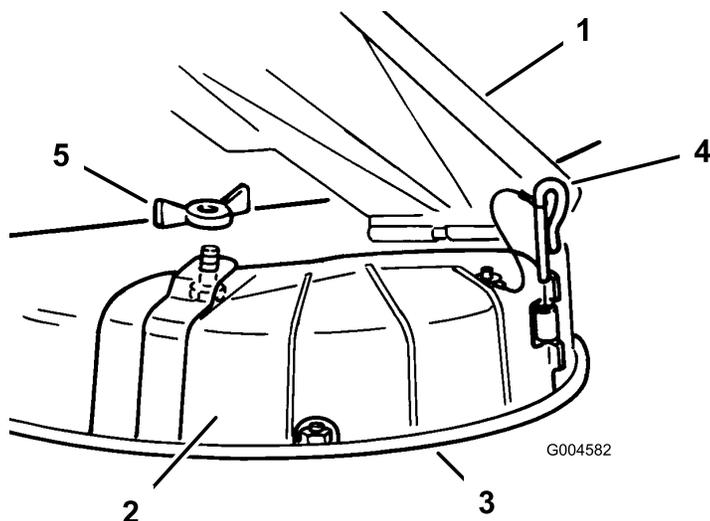

Figura 25
3. Togliete il dado ad alette e il bullone di posizionamento del coperchio (Figura 25).
4. Rimuovete il perno della cerniera che fissa il coperchio al piatto (Figura 25).
3. Sollevate il deflettore di sfalcio, posizionate il coperchio di scarico sull'apertura del bordo inferiore dell'apparato di taglio ed inseritelo sulla parte anteriore della cerniera (Figura 25).
4. Fate scorrere il perno di cerniera sulla cerniera (Figura 25).
5. Fissate il coperchio di scarico al tosaerba con il dado ad alette (Figura 25).